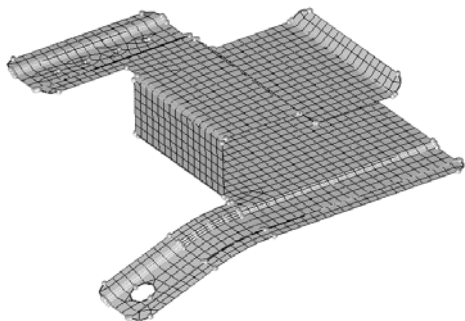

图 4-9 模型中面二维网格
(2) 设置“对象”选择器类型为 Surfs。
(3) 进入 size and bias 子面板。
(4) 在 element size=文本框中输入 2.5。
- (5) 设置 mesh type 为 mixed。
- (6) 将面板左下侧的 meshing mode (分网方式) 从 interactive 切换为 automesh。
- (7) 确认选择 elems to surf comp 选项。
- (8) 选择 surfaces>displayed。
- (9) 单击 mesh 生成网格, 如图 4-9 所示。
- (10) 单击 return 按钮, 返回主面板 (main menu)。